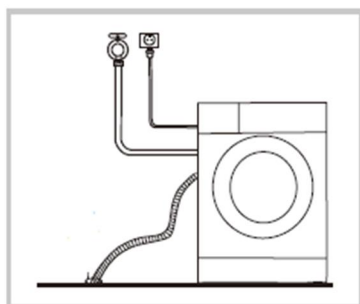
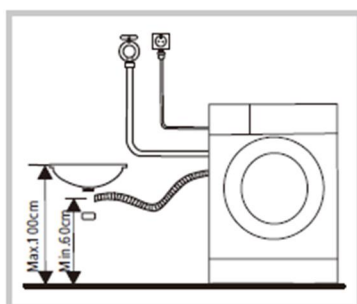

Рис. 1
Рис. 2
- Надежно подсоедините сливной шланг напрямую к канализационной трубе (Рис. 1), или к сифону (Рис. 2). Зафиксируйте слив перед использованием и убедитесь, что канализация не заблокирована.